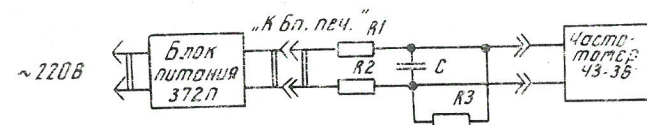

Рис. 8. Схема определения погрешности частоты.
16.4.3.1. Определение относительного отклонения действительного значения частоты напряжения на выходе блока питания от номинального значения производится частотомером ЧЗ-36 или другим подобного типа по схеме, приведенной на рис. 8, по следующей методике: